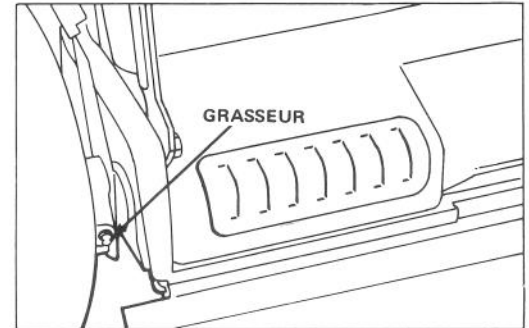

Figure 22
2. Placez les leviers de hauteur de coupe des roues arrière en position "2". Essuyez les grasseurs avec un chiffon propre (Fig. 22). Placez le pistolet graisseur sur le graisseur et appliquez délicatement 2 à 3 pompes de graissage à base de lithium à usages multiples no. 2.